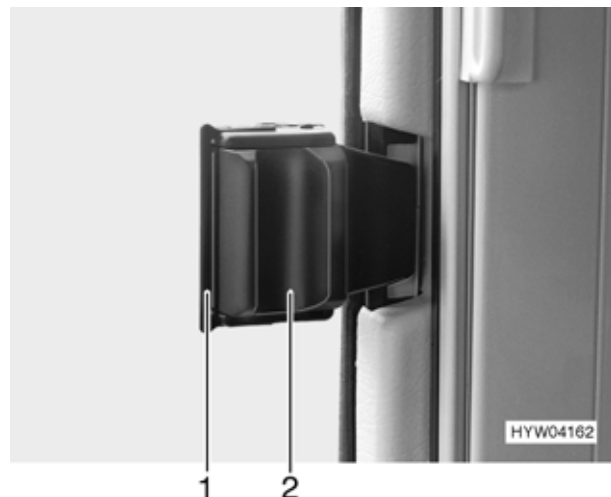

Fig. 37 Finestra scorrevole
- Tirare in avanti il bloccaggio (Fig. 37,1).
- Schiacciare la maniglia (Fig. 37,2) e contemporaneamente spingerla in avanti.